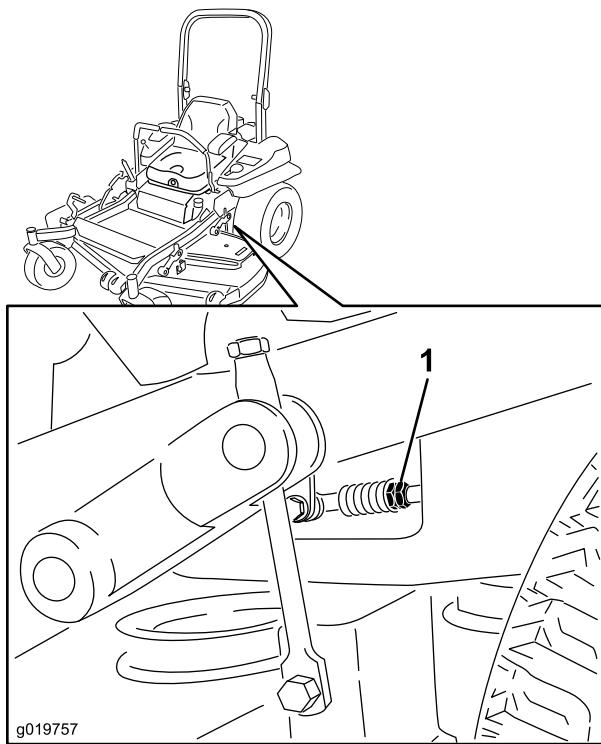

Figure 83
- Placez les leviers de commande de déplacement en position point mort. Réglez la longueur des tiges de pompes en tournant les doubles écrous dans le sens voulu jusqu'à ce que les roues tournent légèrement en marche arrière (Figure 83). Placez les leviers de commande de déplacement en position de marche arrière et, tout en appuyant légèrement sur les leviers, laissez les ressorts d'indicateur de marche arrière ramener les leviers au point mort. Les roues doivent s'arrêter de tourner ou tourner légèrement en arrière.